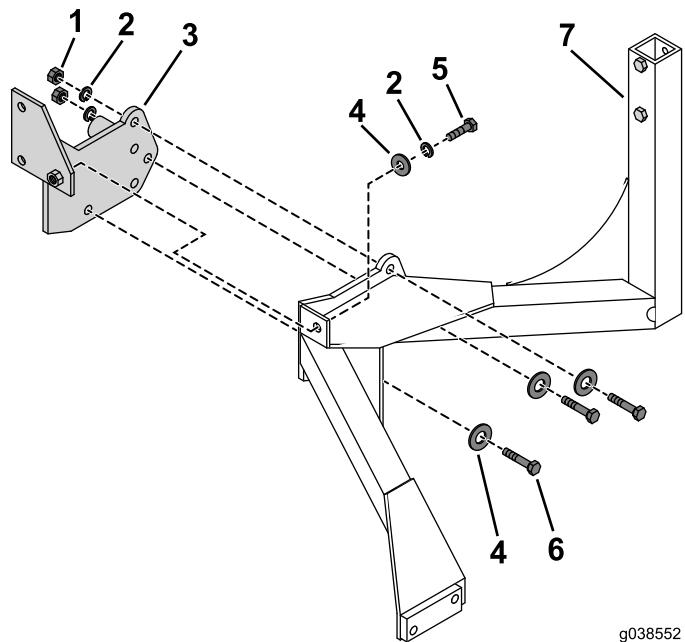

Рисунок 6
1. Прикрепите монтажную пластину к монтажному кронштейну с помощью трех болтов (1/2 x 1 $\frac{1}{4}$ дюйма), плоских шайб, стопорных шайб и гаек (Рисунок 6).
2. Прикрепите монтажный кронштейн к монтажной пластине с помощью болтов (1/2 x 1 дюйм), гаек и стопорных шайб (Рисунок 6).